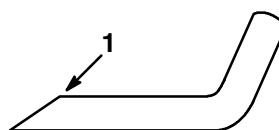

Figure 26
5. AIGUISAGE DE LA LAME — Au moyen d'une lime, aiguiser la face supérieure de la lame en veillant à conserver l'angle de coupe d'origine (Fig. 26). Limier la même quantité de métal sur chaque arête de coupe pour conserver l'équilibre de la lame.